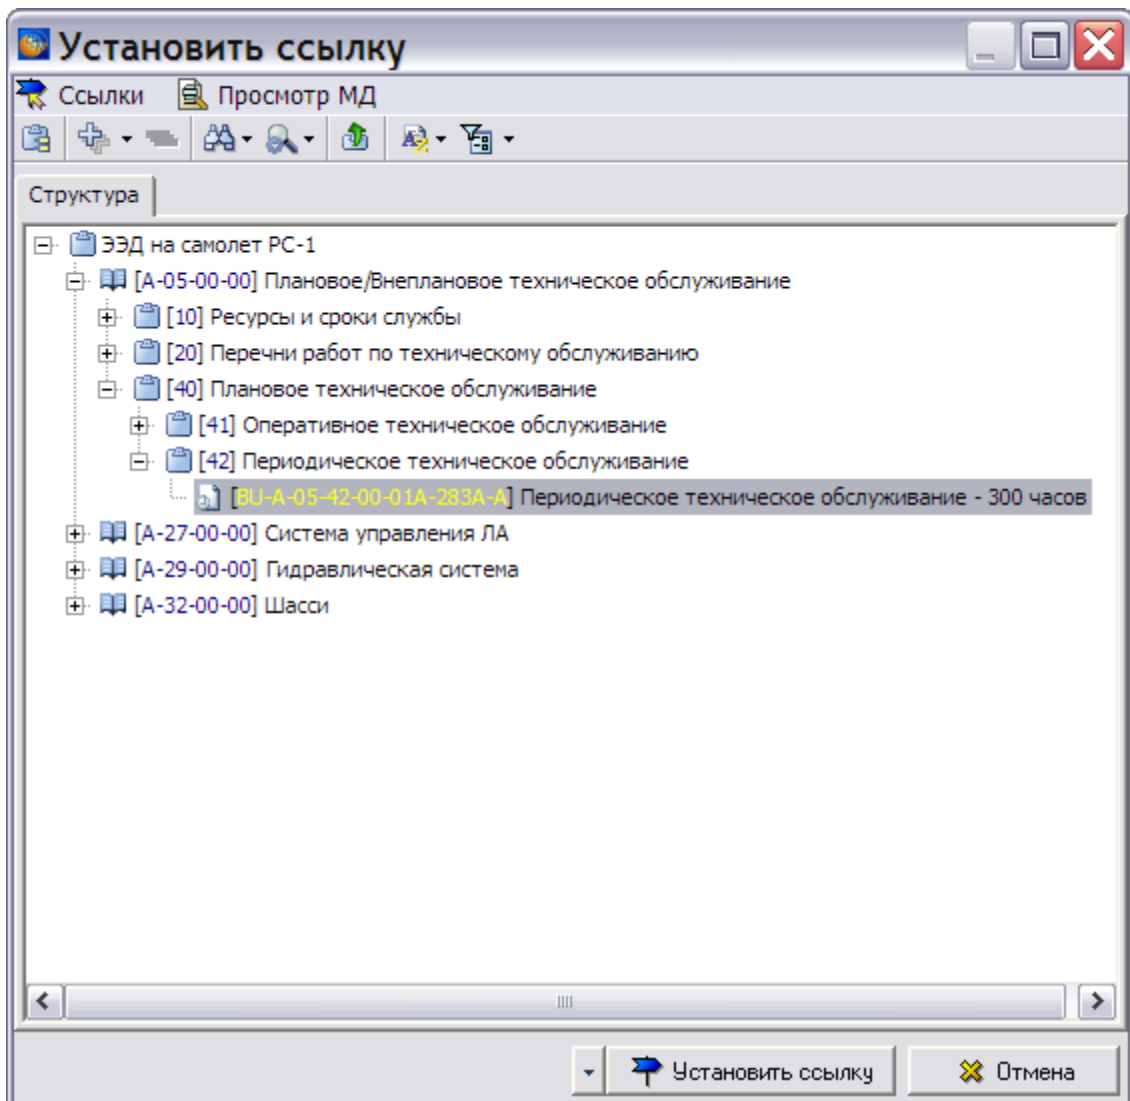

Рис. 6.15
2. Нажмите на кнопку **Установить ссылку** . При этом откроется диалоговое окно **Установить ссылку** со структурой проекта (Рис. 6.15).